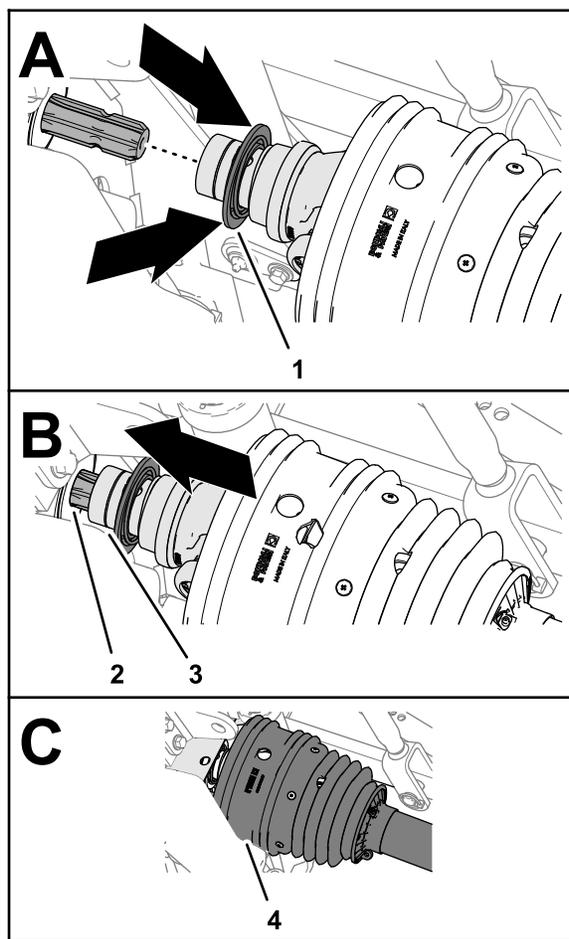

Рисунок 31
2. Оттяните назад запорное кольцо быстроразъемного соединителя (Рисунок 31).
3. Оттягивая назад запорное кольцо, потяните вилку приводного вала механизма отбора мощности вперед и наденьте гнездо соединителя на шлицы выходного вала механизма отбора мощности (Рисунок 31).
5. Убедитесь в том, что кожух расположен поверх вилки приводного вала (Рисунок 31).